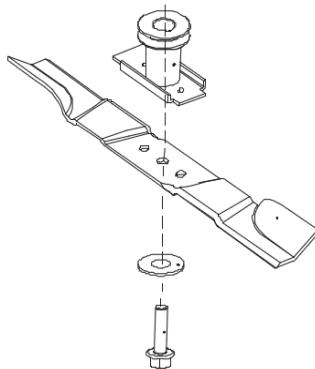

Fig. 15
4. Allentare il bullone esagonale in senso antiorario con una chiave adatta e rimuoverlo insieme alla flangia e alla lama (Fig. 15).